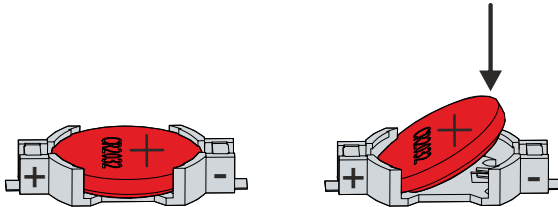

Abb. 21: Batteriewechsel
⇒ Die Batterie steht jetzt in einer schrägen Position (siehe Abb. 21).
5. Drücken Sie die hochstehende Seite der Batterie nach unten in den Batteriehalter (siehe Abb. 21).
Sollten Sie zwei SSDs im Raid-Verbund gespiegelt haben und eine der beiden ist ausgefallen, müssen Sie zunächst in Erfahrung bringen, um welche der beiden es sich handelt. Sie können in der Runtime Ihres Betriebssystems nachsehen, welche SSD Sie austauschen müssen, Port 0 oder Port 1. Abbildung 21 zeigt die Position von Port 0 und Port 1 im Industrie-PC.